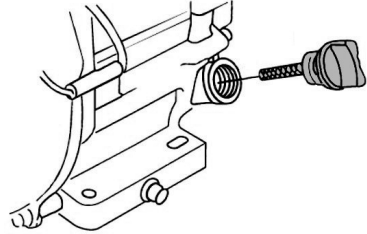

Рис. 6 Крышка-щуп маслозаливной горловины
2. Открутите крышку-щуп маслозаливной горловины и извлеките щуп (Рис. 6).
2. Выкрутите крышку-щуп маслосаливной горловины и извлеките щуп (Рис. 6).